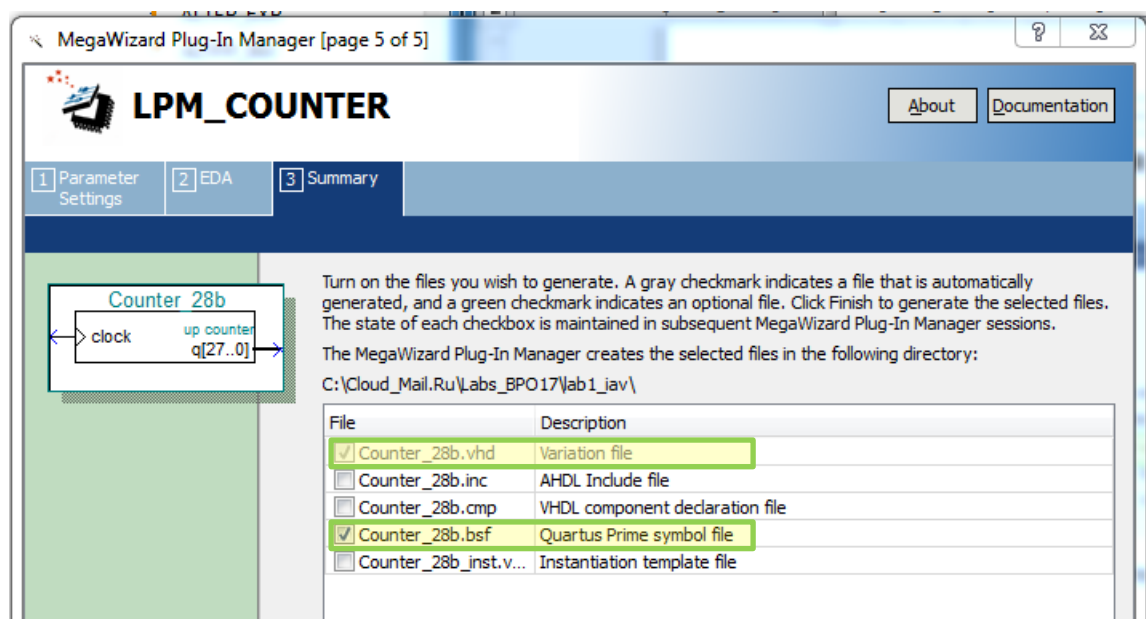

Рис. 19 Окно настройки экземпляра выбранного компонента (page 5)
- 4.7. В появившемся окне “**MegaWizared Plug-In Manager [page 5 of 5]**” выберите создаваемые файлы, как на рис. 19. Далее «Finish». Экземпляр счетчика **Counter_28b** создан.